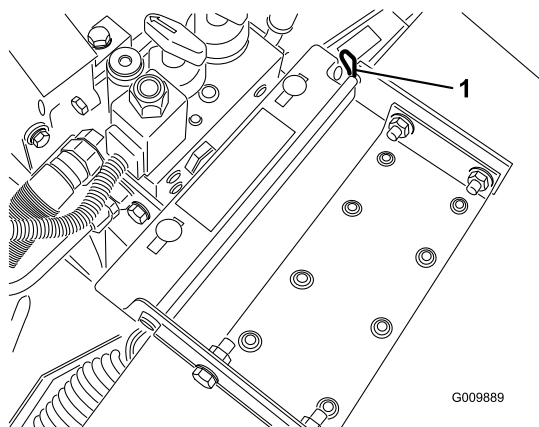

Figura 36
2. Retire o contrapino que fixa a articulação do capot aos suportes de montagem (Figura 36).